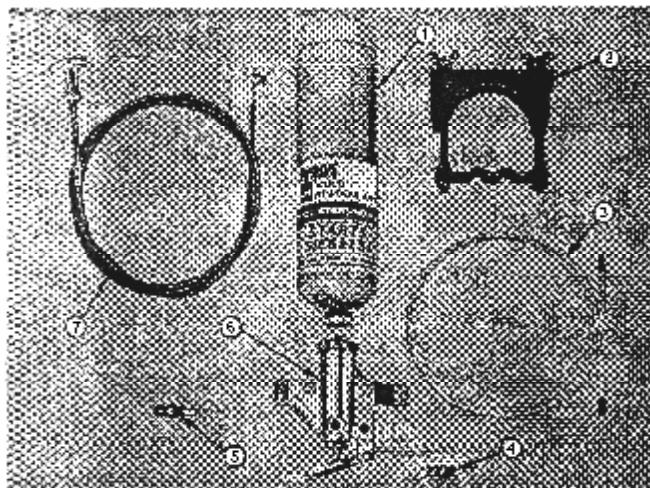

Рис. 1-11(ОМ 100 TL) Клапан, управляемый вручную.
Клапан, управляемый вручную, представленный на рис. 1-11, состоит из корпуса клапана в сборе (6), хомута (2) и нейлоновой трубы (3). Топливный цилиндр (1), распылитель (5) и провода управления (7) поставляются по отдельному заказу.